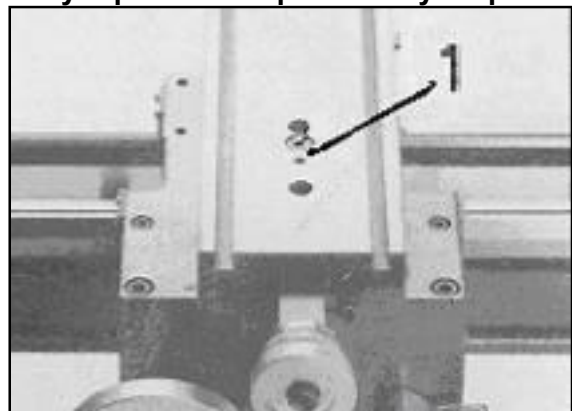

Рис. 29
Снимите верхний суппорт и отрегулируйте резьбовой штифт (1, Рис. 29) таким образом, чтобы винт был снова без зазора соединен с гайкой.
Открутите две гайки (1, Рис.29) справа на фартуке суппорта и отрегулируйте установочный винты (2) таким образом, чтобы половинки гайки ходового винта без зазора были расположены в своих направляющих.